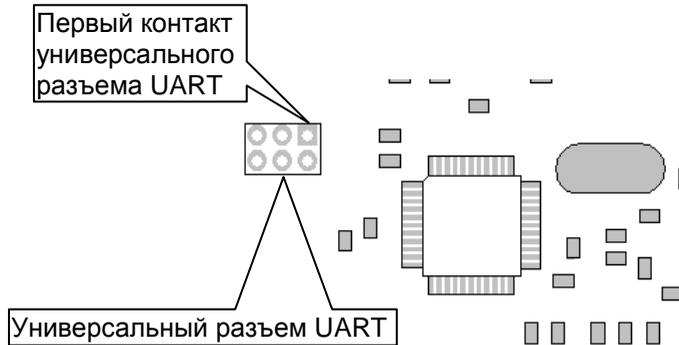

Рис. 8
5.5.1. Отключить от программатора устройств “Радиосеть” кабель программирования устройств через COM порт (рис. 1 и 2). Установить переключку выбора разъема (RS232/UART) на программаторе в нижнее положение (рис. 1). Подключить универсальный разъем UART программатора к универсальному разъему UART УОО, совместив ключ программатора (рис. 1) с первым контактом разъема УОО в соответствии с рис. 8.